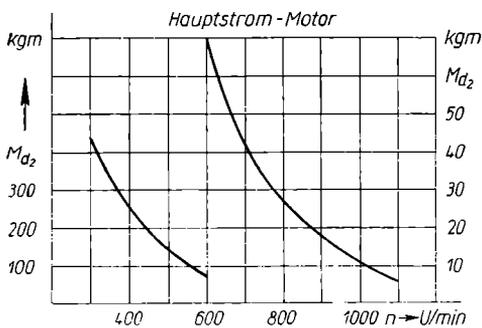

Bild 123
b) Höchstgeschwindigkeit, welche der Wagen auf ebener Bahn unter Berücksichtigung der Reibung und des Luftwiderstandes und der Abhängigkeit des Motordrehmomentes von der Drehzahl (Bild 123) annehmen kann?
Das in Bild 123 gegebene Drehmoment stimmt mit dem vorstehenden überein bei